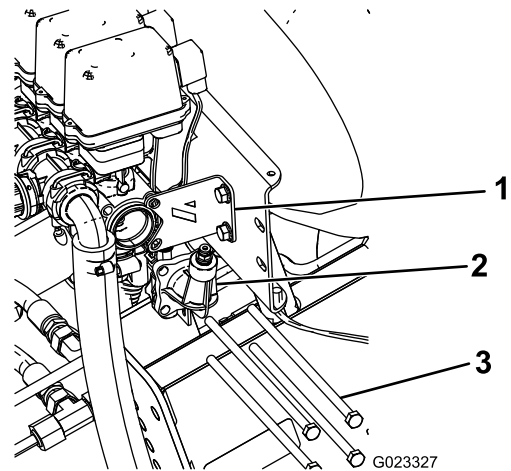

Figura 9
2. Retire los 4 pernos largos que sujetan el conector del manómetro a las válvulas de los brazos y deséchelos (Figura 9). Guarde las arandelas planas y las tuercas.
3. Retire y guarde los 2 pernos y tuercas que sujetan el refuerzo al conjunto de las válvulas (Figura 9).